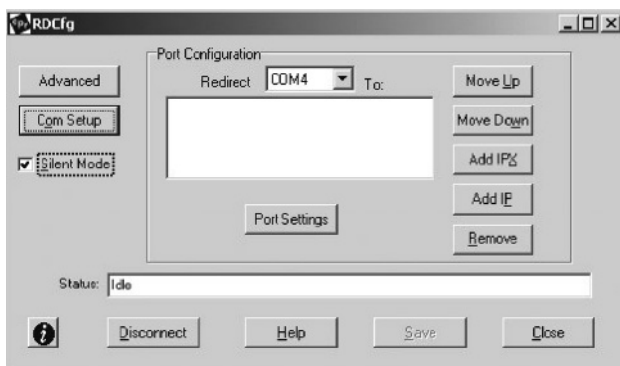

Рис. 24. Окно конфигурации программы «Com Port Redirector» с установленным флажком *Silent Mode*
4. Чтобы запретить появление окна с сообщениями, в окне настройки программы «Com Port Redirector» установите флажок *Silent Mode* (рис. 24).